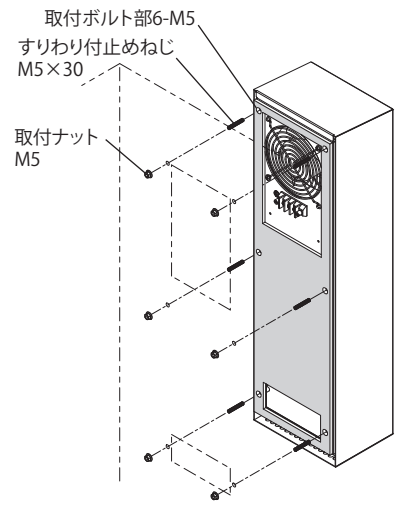

図 4
- ・付属のすりわり付止めねじ M5×30 (キャビネット取付用) を本製品の取付ボルト部 M5 (6 か所) に組付け後、付属の取付ナット M5 (キャビネット取付用) により、キャビネットに取り付けることもできます。(図 4)